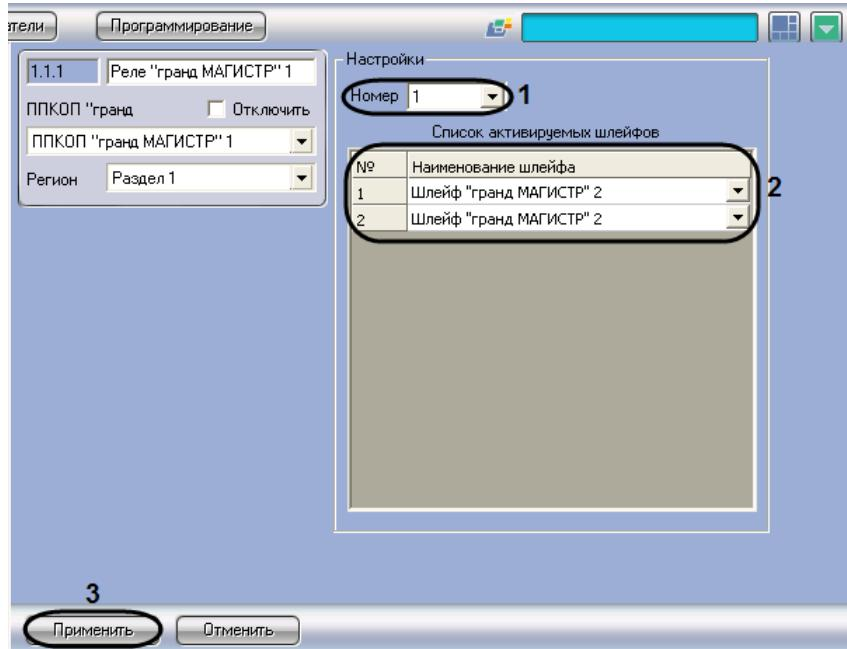

Рис. 3.5-2 Настройка реле Гранд МАГИСТР
1. Перейти на панель настройки объекта Реле «Гранд МАГИСТР» (Рис. 3.5-2).
2. Из раскрывающегося списка **Номер** выбрать номер реле (см. Рис. 3.5-2, 1).
3. Из раскрывающегося списка в столбце **Наименование шлейфа** выбрать название объекта **Шлейф «Гранд МАГИСТР»**, соответствующего шлейфу сигнализации, при активации которого требуется включать данное реле (см. Рис. 3.5-2, 2).
5. Для сохранения внесенных изменений в базе данных ПК ACFA *Intellect* нажать кнопку **Применить** (см. Рис. 3.5-2, 3).